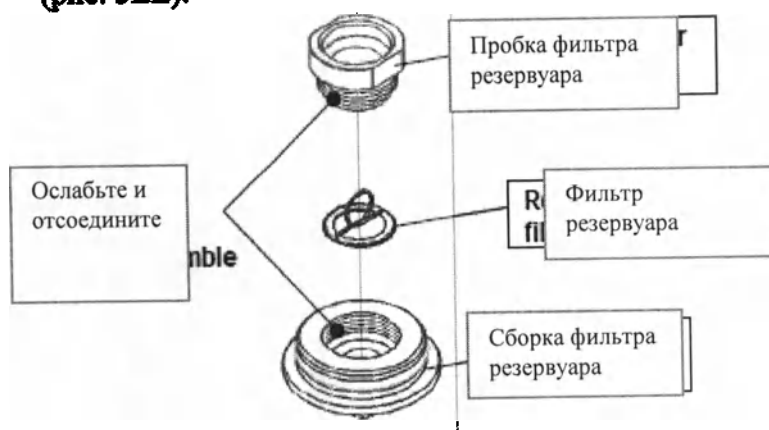

Рисунок 5EE
1. Ослабьте пробку фильтра резервуара от сборки фильтра, а затем удалите фильтр резервуара (рис. 5EE).